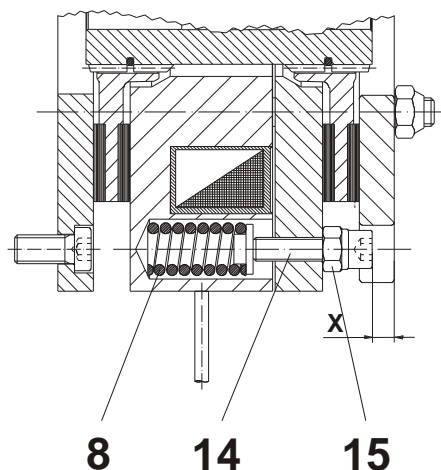

Fig. 5
Réglage du couple de freinage (fig. 5 et tableau 2)
Le couple de freinage peut être réduit finement à 50 % de sa valeur à l'aide des deux vis à tête cylindrique (14) (4 vis pour la taille 2000), des écrous hexagonaux (15) et de la cote „X” (fig. 5 et tableau 3). Vérifier que les deux vis soient réglées de façon uniforme et que les écrous soient de nouveau bloqués.